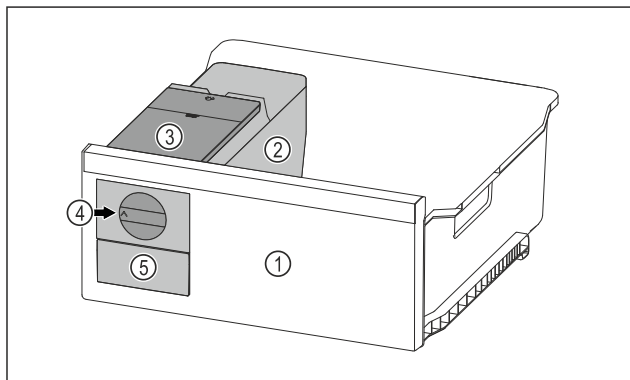

Fig. 165 Примерное изображение
- ▶ Поверните поворотную кнопку Fig. 165 (4) по часовой стрелке до упора.
- ▶ Кубики льда упадут из ванночки для кубиков льда в выдвижной ящик для кубиков льда Fig. 165 (5).